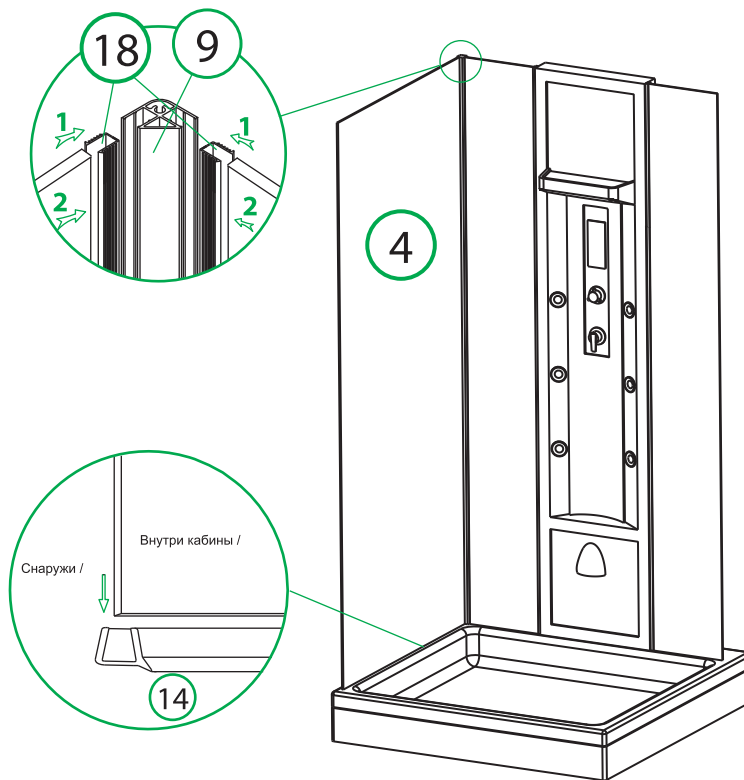

Рис. 7 / 7-сур.
2. Соедините задние неподвижные стеклянные панели с угловым соединительным профилем и закрепите их ПВХ-уплотнителями (рис. 7).